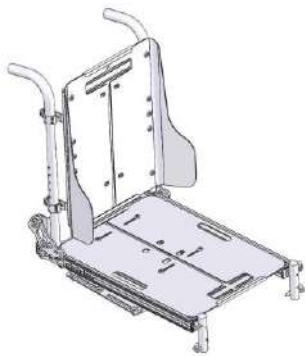

Figura 5-78
- El asiento Kiss sin basculación ni reclinación es el que aparece en la figura 5-78.